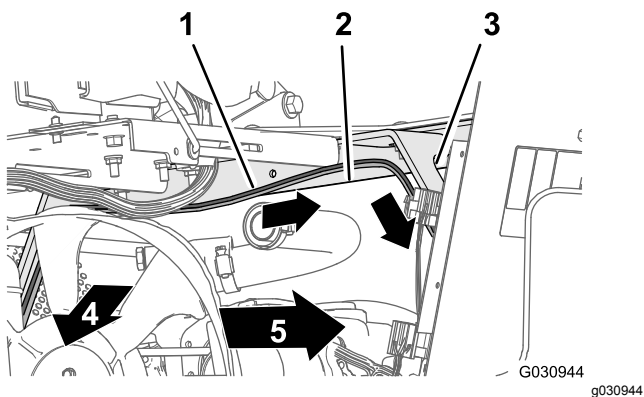

図 110
2. ワイヤハーネスの 165cm の枝線を、シートボックスのアングル部材を横断して下へ、エンジンシュラウドの左側サポートに沿って導く 図 110。